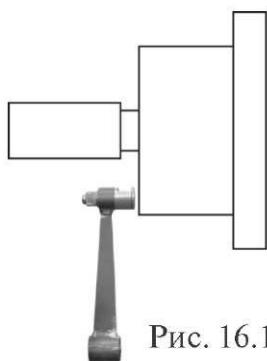

Рис. 16.1
15.2. Калибровка устройства измерения дистанции. Для оценки погрешности устройства ввода дистанции выдвиньте штангу ввода параметров и уприте ее палец в задний торец фланца вала, как показано на рис.16.1. При этом на индикаторах 1 отображается величина введённой дистанции, а на индикаторах 4 величина диаметра диска. Если величина дистанции на индикаторах 1 не равна $4,5 \pm 0,2$, то устройство ввода дистанции требует калибровки.